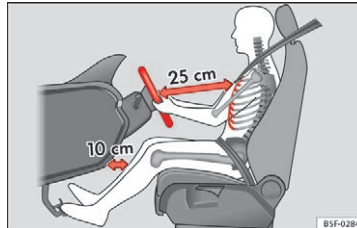

Fig. 77 Korrekt afstand mellem fører og rat
- Indstil rattet, så afstanden mellem rattet og førerens brystkasse er mindst 25 cm » Fig. 77.
- Indstil førersædet, så der mindst er 25 cm mellem brystkassen og rattets midte » Fig. 77. Hvis du sidder tættere på end 25 cm, beskytter airbagsystemet ikke optimalt.